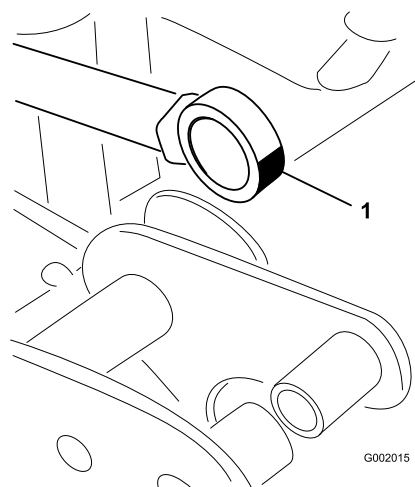

図 108
5. アクチュエータロッドのベアリング端部を動かしながらベアリング内部にグリスを注入する 図 108。